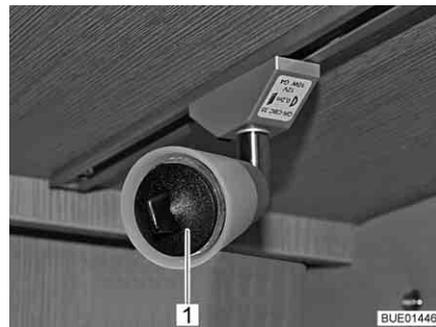

Bild 225 Saugnapf für Lampenwechsel
- ▷ Als Hilfsmittel zum Lampenwechseln ist ein Saugnapf (Bild 225,1) beigelegt.